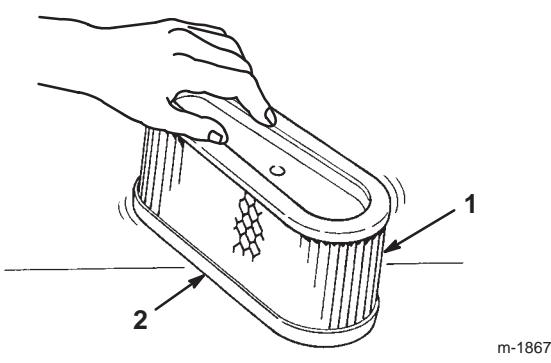

Bild 24
- A. Klopfen Sie den Einsatz leicht auf eine flache Unterlage, um Staub und Schmutz zu beseitigen (Bild 24).